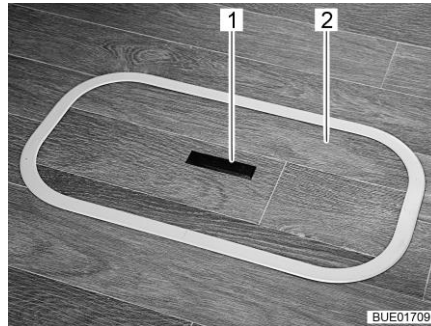
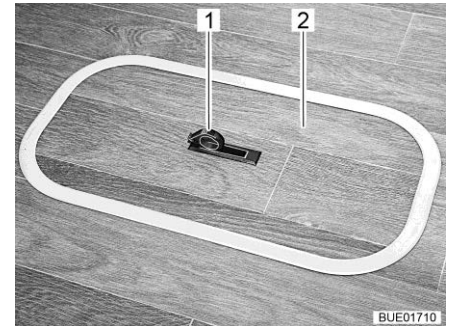

Bild 87 Lock för golvfacket (handtag sänkt)
Bild 88 Lock för golvfacket (handtag utsvängd)
- Tryck nedåt på ena sidan av gripplattan (Bild 87,1). Handtaget (Bild 88,1) svängs upp.
- Ta av locket (Bild 87,2 eller Bild 88,2) uppåt.